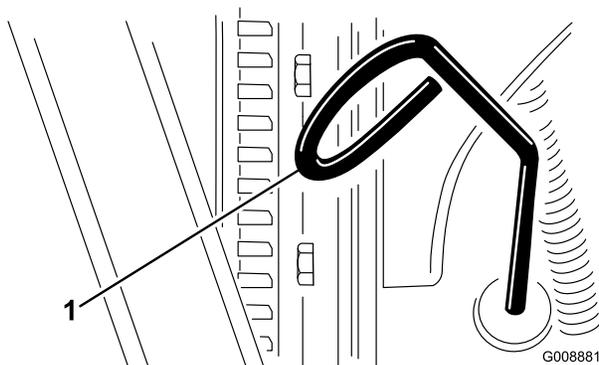

図 17
2. ディップスティック (図 17) を抜き、ウェスで一度きれいに拭く。